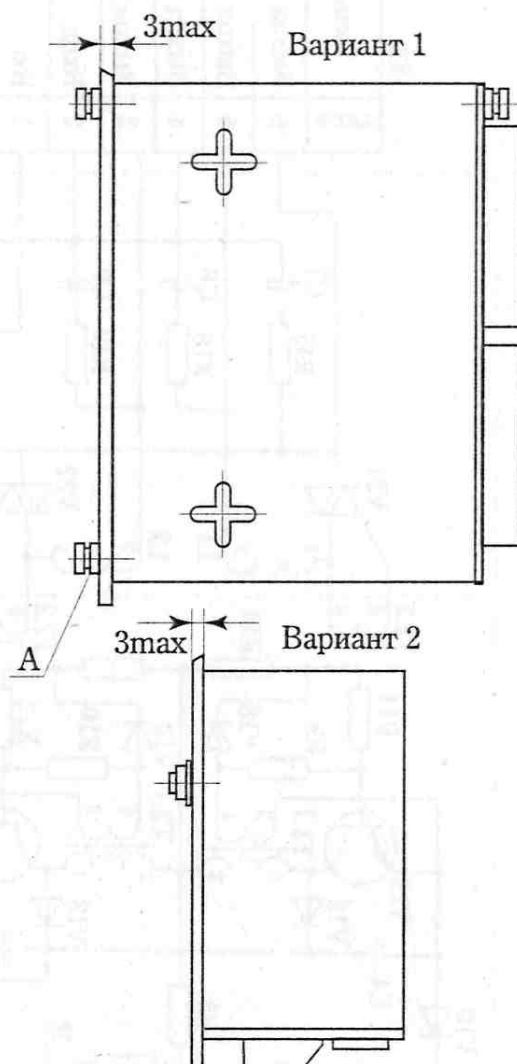

Рисунок 1 - Габаритные и установочные размеры ПБР – 2М, ПБР – 2М1
3.11 Габаритные и установочные размеры пускателя приведены на рис.1.